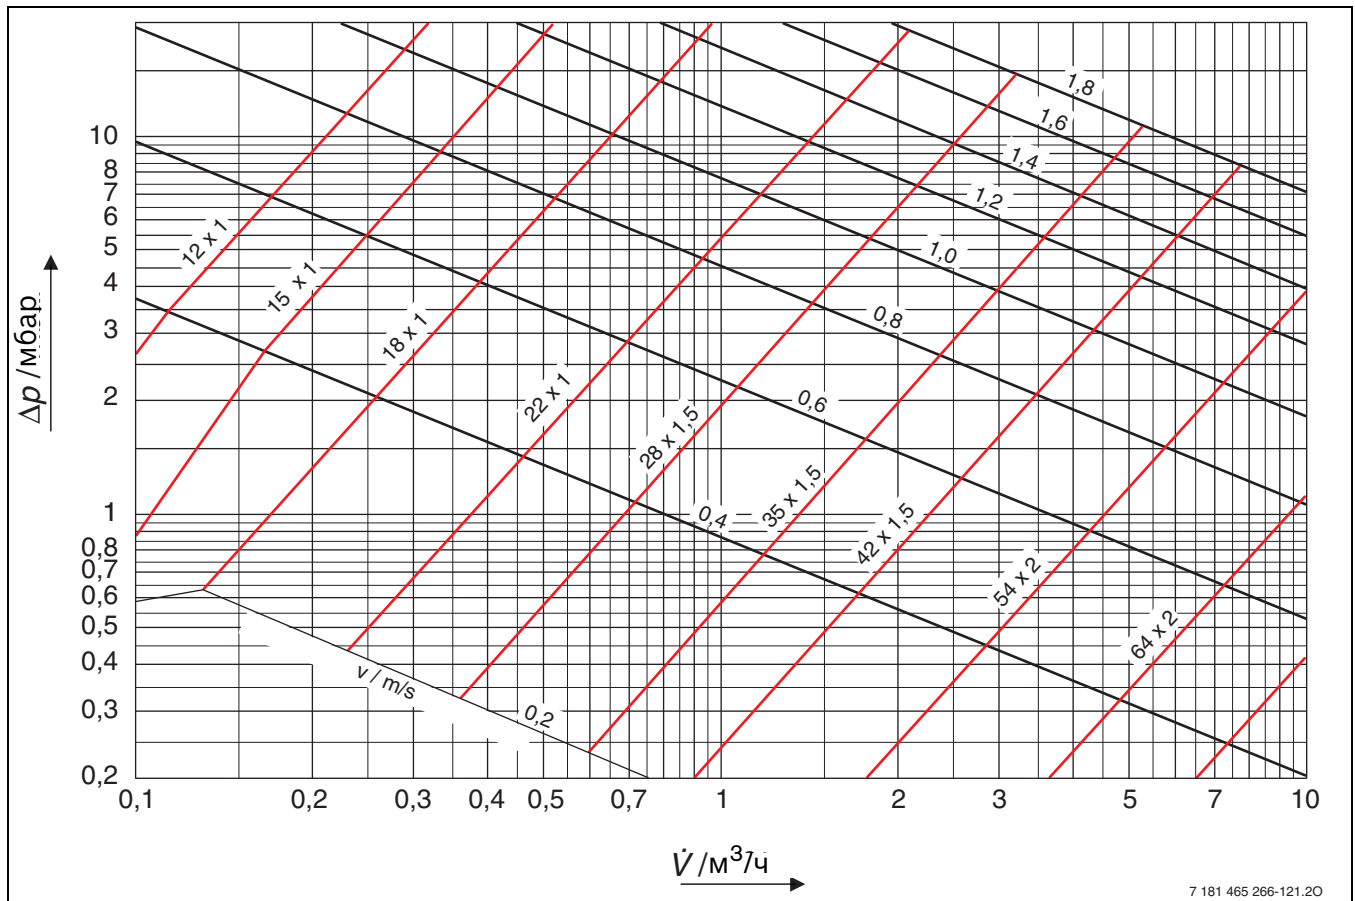

Рис. 124 Характеристики медных трубопроводов, 35 % гликоля, 65 % воды, 50 °C
- На графике (рис. 124) в точке пересечения $V = 200$ л/ч и Cu 15×1 потери давления $\Delta p_{\text{труб}}$ составляют: